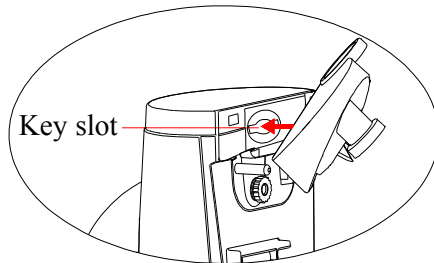
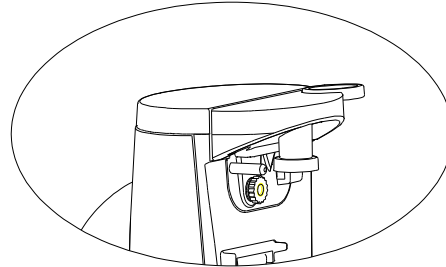

Fig. 1
Fig. 2
1. Fije el soporte de la cuchilla al aparato, alineando las cuñas del soporte con las ranuras de este y empujar hacia el frente para colocarlo en posición (ver fig. 1), a continuación, suelte el soporte (ver fig. 2)